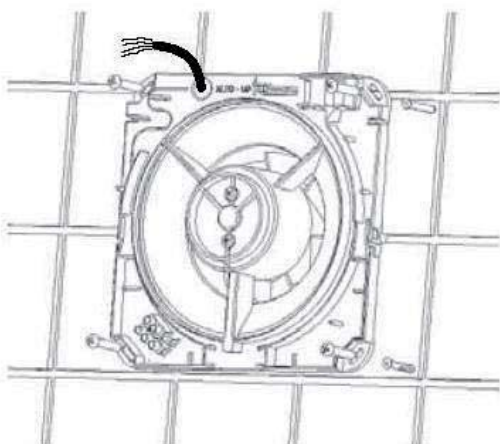

Fig. 10
3. Fissare il portamotore in corrispondenza del foro di scarico mediante viti e tasselli (fig. 10).